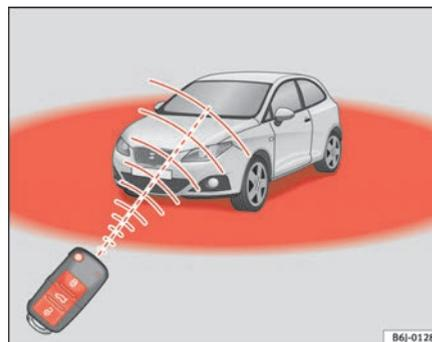

Fig. 43 Raggio d'azione del telecomando
Inoltre, la spia della batteria della chiave ⇒ fig. 43, lampeggia.
- La chiave elettronica ha un campo d'azione limitato, al di fuori del quale il suo uso non produce effetto alcuno ⇒ pag. 84, fig. 43.